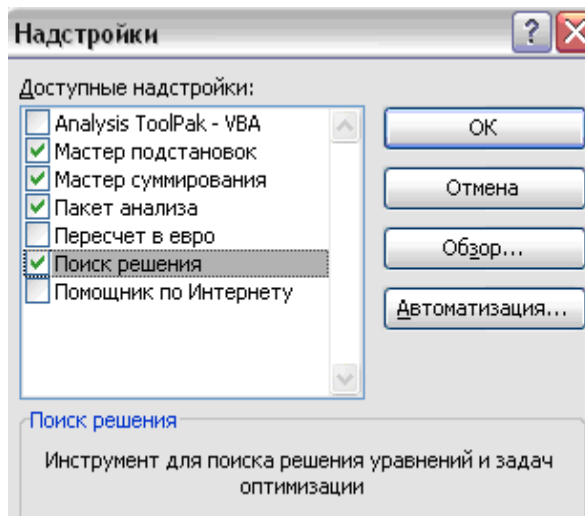

Рисунок 1.1 Подключение надстройки **Поиск решения**
- 2) в диалоговом окне (рисунок 1.1) установить флажок напротив строки